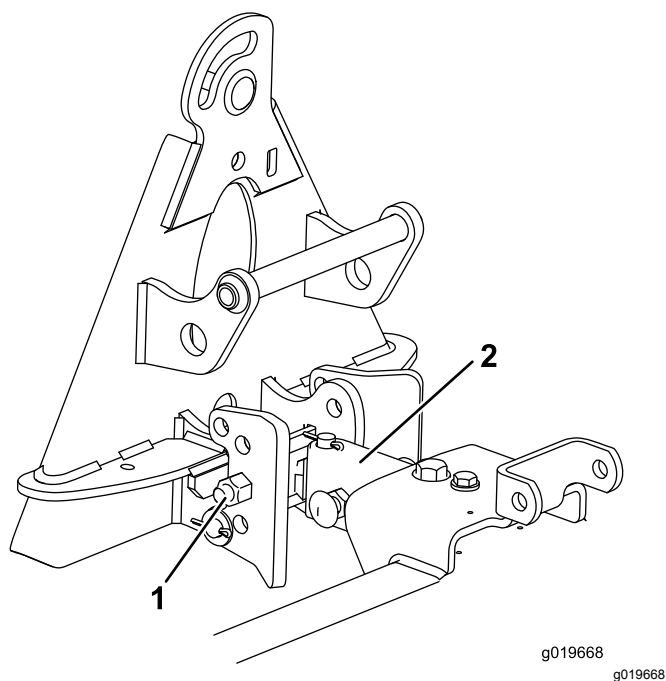

Bild 12
1. Befestigen Sie die Anbauvorrichtung in den unteren Löchern der Anschlaghalterung (Bild 12).
2. Fluchten Sie die längere Seite des Anhängerkupplungsrohr nach oben aus und montieren sie an der Unterseite des Hängeprofils (Bild 12).